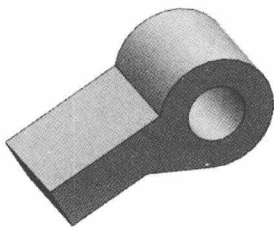
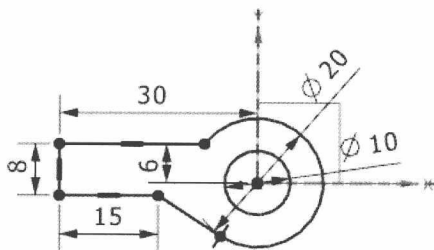

图 2.2 拉伸特征 1
图 2.3 截面草图
Step2. 创建图 2.2 所示的拉伸特征 1。选择下拉菜单 **插入(I)** → **设计特征(F)** → **拉伸(E)...** 命令 (或单击 按钮); 单击“拉伸”对话框中的“绘制截面”按钮 , 系统弹出“创建草图”对话框, 选取 XY 基准平面为草图平面, 选中 **设置** 区域的 ☒ **创建中间基准 CSYS** 复选框, 单击 **确定** 按钮, 绘制图 2.3 所示的截面草图, 退出草图环境; 在 **限制** 区域的 **结束** 下拉列表中选择 **对称值** 选项, 并在其下的 **距离** 文本框中输入值 -10; 其他参数采用系统默认设置; 单击 **< 确定 >** 按钮, 完成拉伸特征 1 的创作。